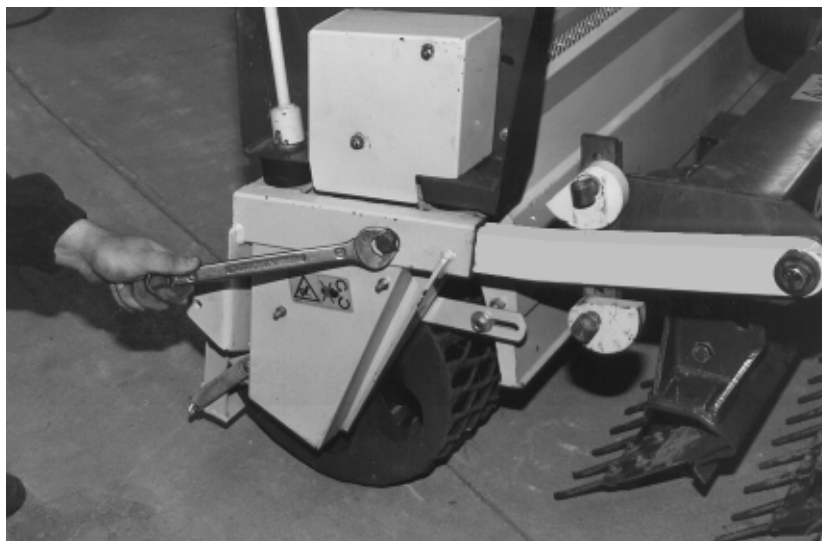

fig. 8
- Fjern låseskruerne på støtten (fig. 8).